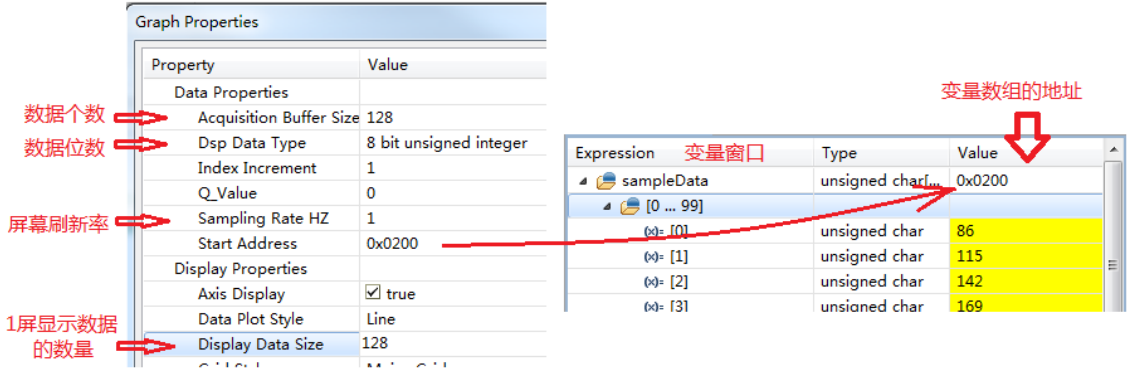

图 2.28 Graph 属性设置
- 3) 点击 CCS 窗口的 Tool→Graph→Single Time 启用波形显示属性设置窗口，如图 2.28 所示。解释一下各个选项的含义：